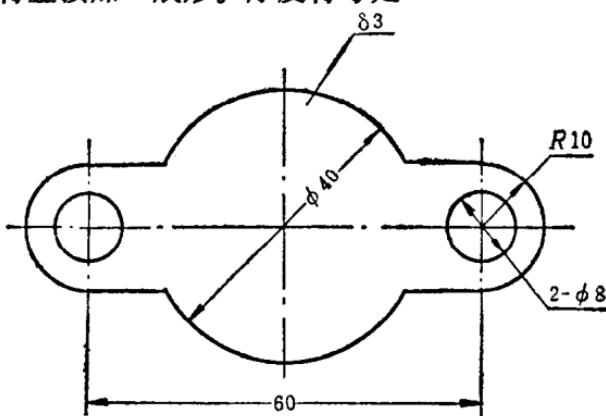

图17 厚度尺寸的注法
4. δ —— 表示厚度的符号，注在尺寸数字的前面，一般多用来表示平板的厚度。如图 17，表示零件的厚度是 3 毫米。如果没有特殊要求，就表示零件用 3 毫米的板材直接加工成形。厚度符号是